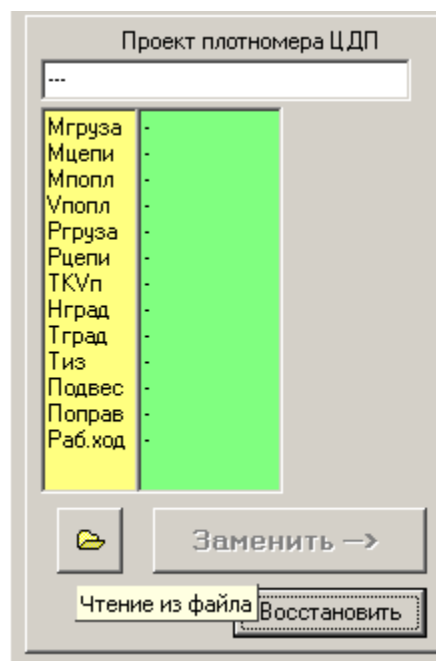

Рисунок 6.6
6.1.5 С помощью ЛКн нажать на кнопку «Чтение из файла» (рисунок 6.6) и выбрать файл с проектом плотномера для замены (рисунок 6.7). Проекты плотномеров – это файлы с расширением .zdp, предварительно размещённые в подкаталоге /Konf/Bas/. При этом подкаталог /Konf размещается в корневом каталоге диска, с которого запускается программа Diap_ZDP+_XX.exe.